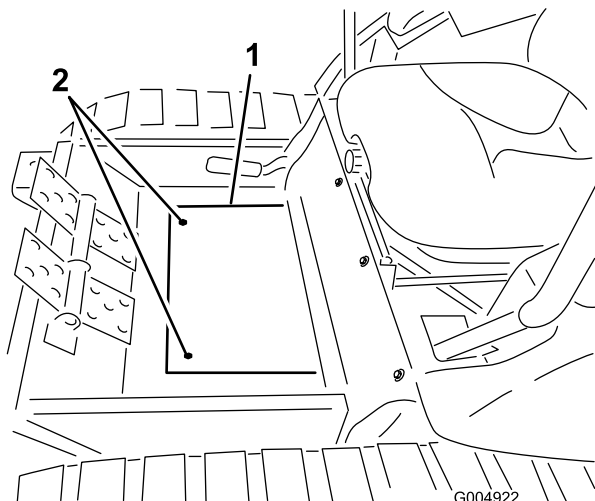

Figura 72
3. Retire os dois parafusos que prendem a cobertura da chapa do piso e retire a cobertura (Figura 72).